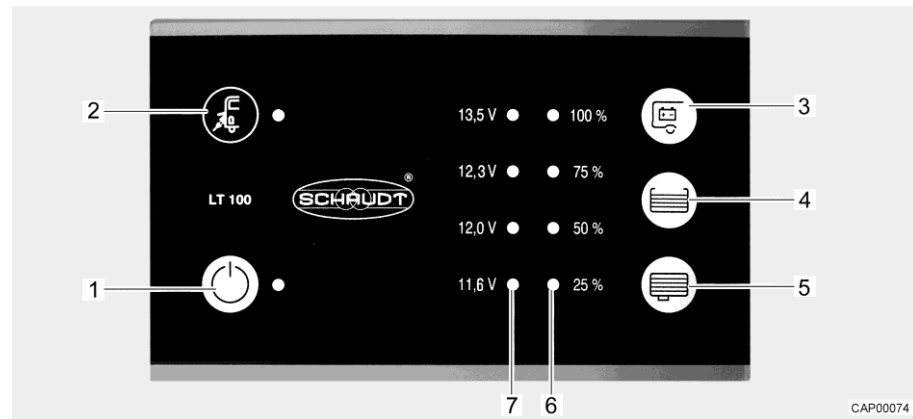

Fig. 63 Pannello di controllo (LT 100)
Il LED giallo accanto al simbolo del collegamento a rete "⚡" (Fig. 63,2) si accende, quando il veicolo è collegato a un'alimentazione di rete esterna. Il LED si accende anche se il pannello di controllo è spento.
L'interruttore principale a 12 V (Fig. 63,1) inserisce o disinserisce il pannello di controllo e l'alimentazione a 12 V dell'abitacolo.
- Premere l'interruttore "⏻" (Fig. 63,1): L'alimentazione a 12 V dell'abitacolo è inserita. Il LED diventa verde.
- Premere di nuovo l'interruttore "⏻" (Fig. 63,1): L'alimentazione a 12 V dell'abitacolo è disinserita. Il LED si spegne.
La scala LED (Fig. 63,7) indica la tensione della batteria dell'abitacolo nel modo seguente:
- Premere il tasto "E" (Fig. 63,3): Viene indicata la tensione della batteria dell'abitacolo.
La scala LED (Fig. 63,6) indica il livello del serbatoio dell'acqua potabile o del serbatoio delle acque grigie.
Indicazione livello: Premere il tasto "☰" (Fig. 63,4): Il livello di riempimento del serbatoio dell'acqua potabile è indicato dai LED accesi.
Premere il tasto "☰" (Fig. 63,5): Il livello di riempimento del serbatoio delle acque grigie è indicato dai LED accesi.